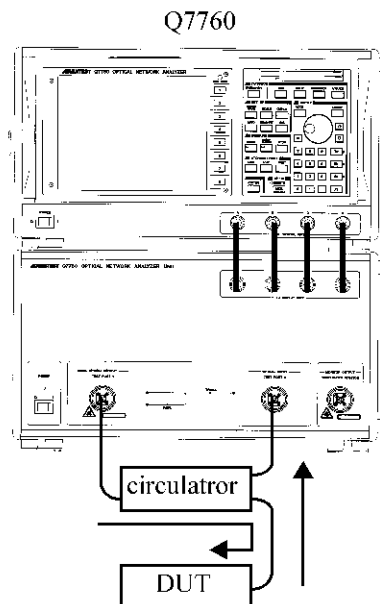

図 3-9 DUT の接続
17. DUT の反射特性を測定するために、ファイバ・グレーティング、サーキュレータを図 3-9 のように接続します。